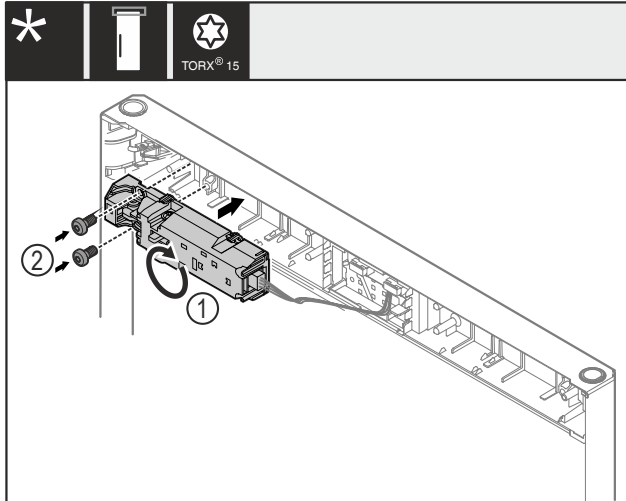

Fig. 27
- Tourner la fermeture Fig. 27 (1) de 180° et la fixer sur le côté opposé.
- Fixer la fermeture Fig. 27 (1) avec les vis Fig. 27 (2).